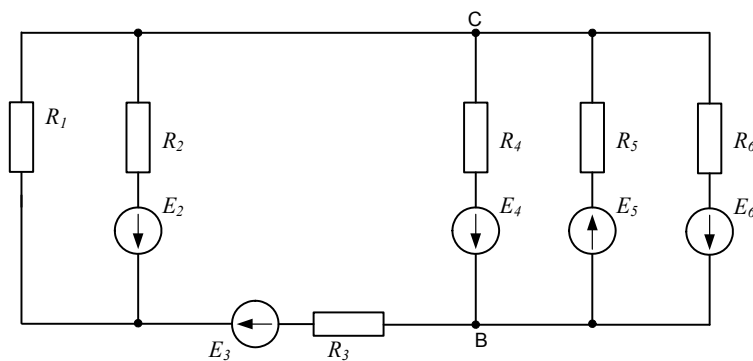

Рисунок 18
*Задача 13.* Определить токи в ветвях цепи (рис. 18) методом узловых потенциалов, если  $E_2= E_3= E_4=20\text{В}$ ,  $E_5=30\text{В}$ ,  $E_6=60 \text{В}$ ,  $R_1= R_2= R_3= R_4=2\text{Ом}$ ,  $R_5=3\text{Ом}$ ,  $R_6=6\text{Ом}$ .